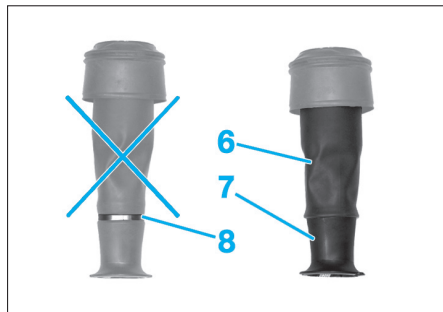

Fig. 46
- Enrouler la membrane (6) sur le piston d'enroulement (7) (Fig.46).